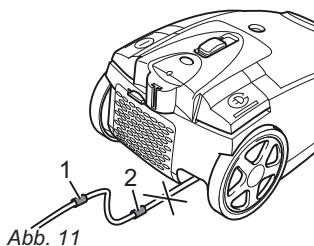
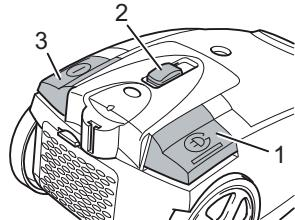

Abb. 11
Abb. 12
2. Ziehen Sie das Kabel am Stecker bis zur gelben Markierung (Abb. 11/1) heraus.
Falls die rote Markierung (Abb. 11/2) sichtbar ist, ziehen Sie das Kabel mithilfe der Kabelaufrolltaste (Abb. 12/3) wieder bis zur gelben Markierung ein. Ansonsten kann das Kabel abreißen. Es besteht die Gefahr eines elektrischen Schlags.
3. Schalten Sie den Bodenstaubsauger am Ein-/Aus-Schalter (Abb. 12/3) ein.
4. Stellen Sie die Saugleistung am Saugleistungsregler (Abb. 12/2) ein.